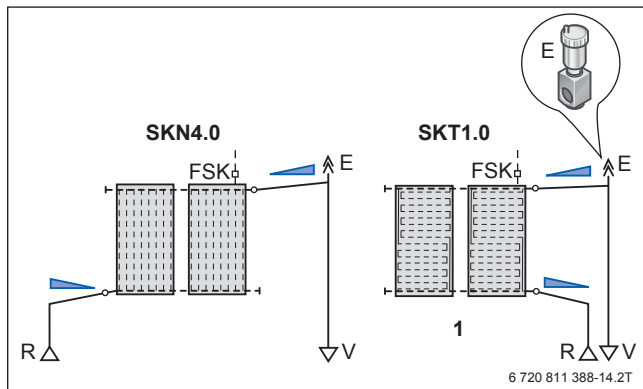

Bild 161 Hydraulikschema mit Entlüfter am höchsten Punkt der Solaranlage
**Am höchsten Punkt der Solaranlage (→ Bild 161, Detail E) sowie bei jedem Richtungswechsel nach unten mit erneuter Steigung muss ein Entlüfter eingeplant werden (z. B. bei Gauben, → Bild 148, Seite 140).**